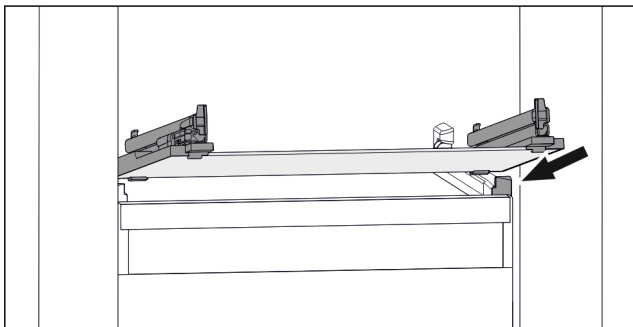

Fig. 99 Eksempel på fremstilling av glassplaten
- ▶ Sett glassplaten på skrå bak stopperne. (se Fig. 99)